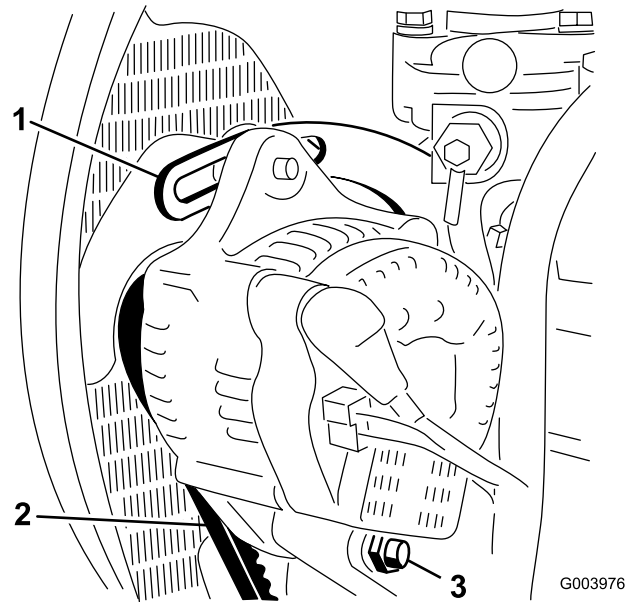

Figure 71
2. Contrôlez la tension de la courroie d'alternateur (Figure 71) en exerçant une force de 10 kg à mi-distance entre les poulies d'alternateur et de vilebrequin.
3. Desserrez le boulon de fixation du renfort au moteur (Figure 71), le boulon de fixation de l'alternateur au renfort et le boulon de pivot.